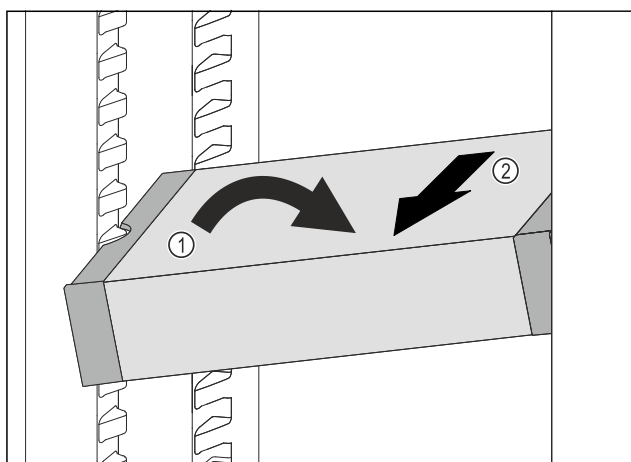

Fig. 84
- ▶ Расположите VarioSafe в холодильном отделении под наклоном. Fig. 84 (1)
- ▶ Извлеките VarioSafe движением вперед. Fig. 84 (2)